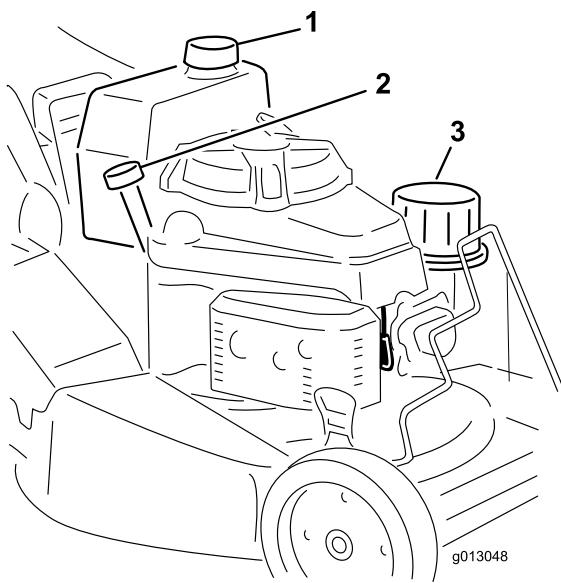

Bild 11
1. Reinigen Sie den Bereich um den Tankdeckel (Bild 11).
1. Schließen Sie den Zündkerzenstecker an die Zündkerze an (Bild 11).